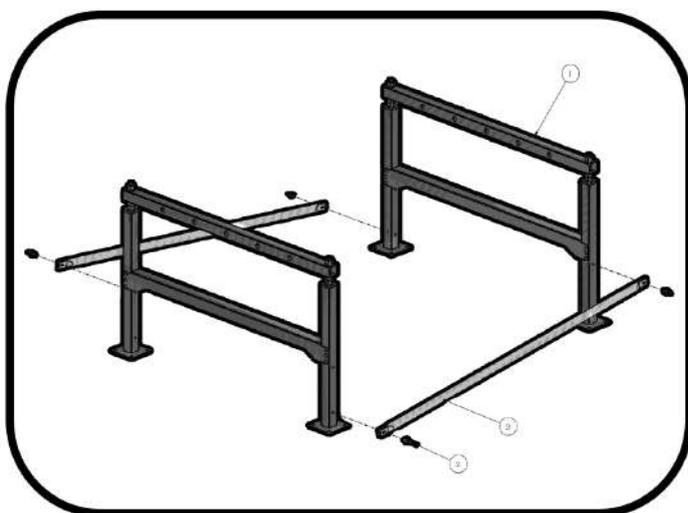

FIG. 7
2.2 Ripetere la stessa operazione per l'altro lato delle due gambe da collegare invertendo l'inclinazione del tubo schiacciato (fig. 7)